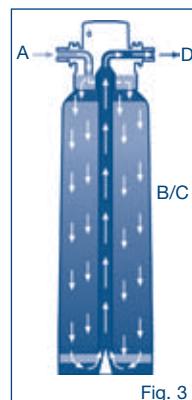

Fig. 3
L'eau brute (A) passe dans la cartouche filtrante (fig. 3). Dans la zone (B/C) et des particules de fer (II) peuvent être retirés.
① REMARQUE